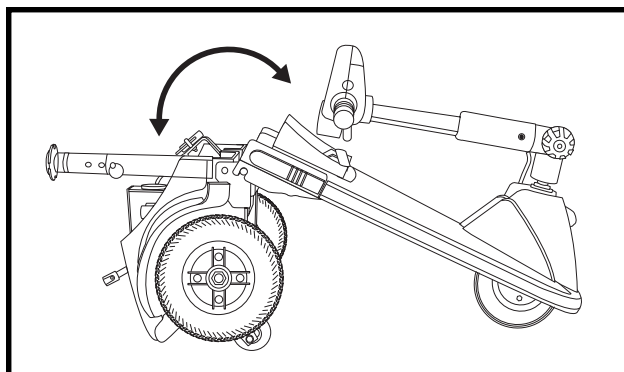

Figure 18. Positionnement du cadre
1. Poussez le mât du siège vers l'arrière pour pivoter la section arrière vers l'arrière jusqu'à ce que la section soit à la verticale sur son pare-choc. Voir la figure 18.
3. Tenez le mât du siège pour faire pivoter la section arrière vers l'avant jusqu'à ce que les ergots soient complètement insérés dans les fentes d'assemblage. Voir la figure 18 et 19.